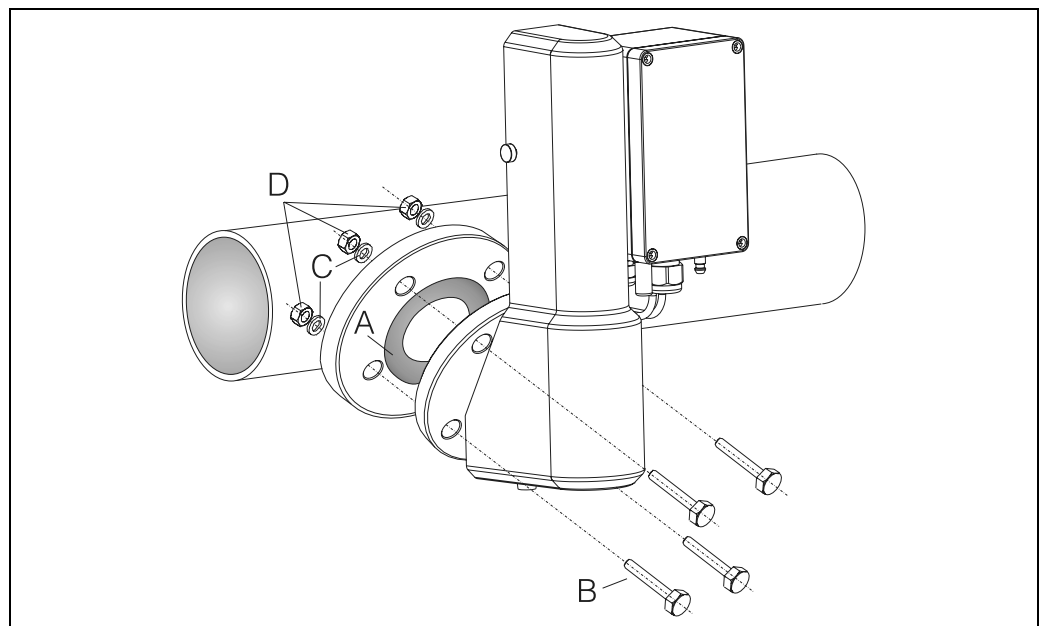

Fig. 4 : Montage de l'armature ASP Inline au point de prélèvement
1. Insérez le joint (→ fig. 4, pos. A) entre les deux brides.
2. Vissez l'armature, voir → fig. 4.